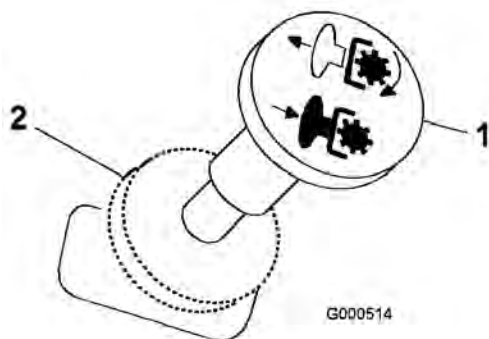

Figura 10
3. Mueva la toma de fuerza (PTO) a la posición Desengranada (Figura 10).
1. Ponga la toma de fuerza en desengranada (Figura 10).